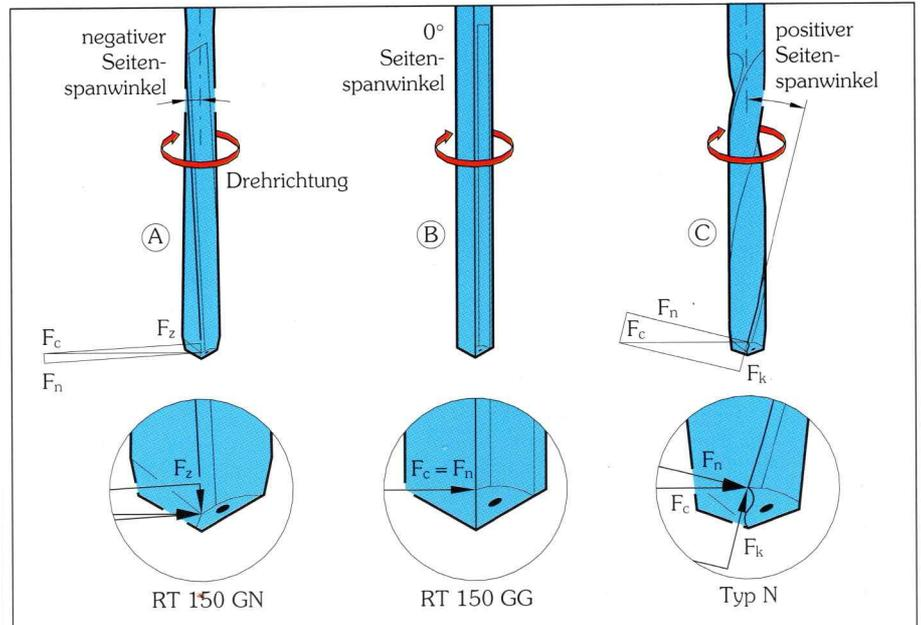

Bild 1.15: Zerlegung der Schnittkraft  $F_c$  bei Bohrern mit unterschiedlichen Seitenspanwinkeln.
• Typ RT 80 wählen Sie, wenn das Werkzeug durch eine weniger steife Maschine oder durch einen schlecht zerspanbaren Werkstoff höheren statischen und dynamischen Deformationen ausgesetzt ist. Obwohl Typ RT 100 einerseits unterlegen, reagieren RT 80-Bohrer auf Schnittbedingungen unempfindlicher, sichern auch bei weniger idealen Verhältnissen hervorragende Ergebnisse (Bild 1.15).
Bild 1.15: Standwegvergleich zwischen Typ RT 80 und RT 100, einmal unter **optimalen** Bedingungen und einmal unter **weniger günstigen** Bedingungen. Deutlich ist zu erkennen, daß Typ RT 80 auf ungünstige Schnittbedingungen weniger empfindlich reagiert als Typ RT 100.
Zeitgründen verzichten. Eine Lösung ist derzeit nur für kurzspanende Werkstoffe auf dem Markt: Unser VHM-Ratio Bohrer Typ RT 150 GN mit **negativer** Steigung (Bild 1.16)! Diese negative Steigung - quergedacht hoch drei im F&E - verwandelt die giftige, knickende Druckkraft  $F_c$  in die heilsame Zugkraft  $F_z$  (Bild 1.15 A).